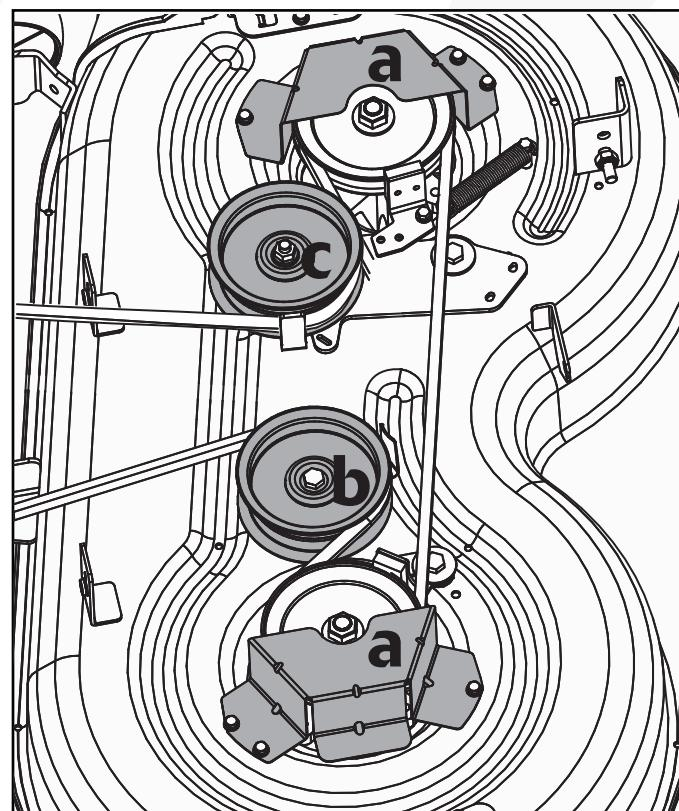

Fig. 31
- Retire las dos cubiertas de protección de la correa (a, Fig. 31) quitando los seis tornillos que las sujetan a la cubierta.
- Retire la polea fija (b, Fig. 31) y la polea tensora (c, Fig. 31).